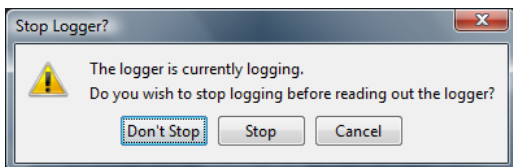

Figura 4. Ventana para Interrumpir el Logger
- 6.3 Hacer click en la opción Device y luego en Readout o en el icono de Readout device. Ver figura 1. El equipo identificará el logger y aparecerá una ventana advirtiendo que el logger está en funcionamiento y preguntando si Usted desea interrumpir el registro de datos. Ver figura 4.